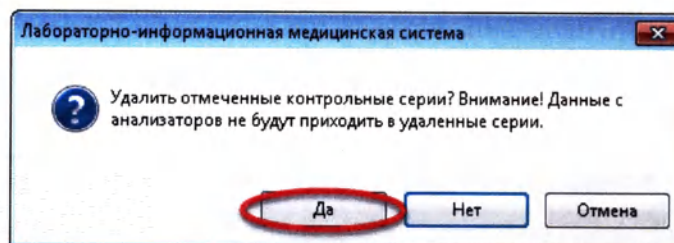

Рисунок 12.52
2. В появившемся диалоговом окне подтвердите удаление, нажав кнопку «Да» (Рисунок 12.52):